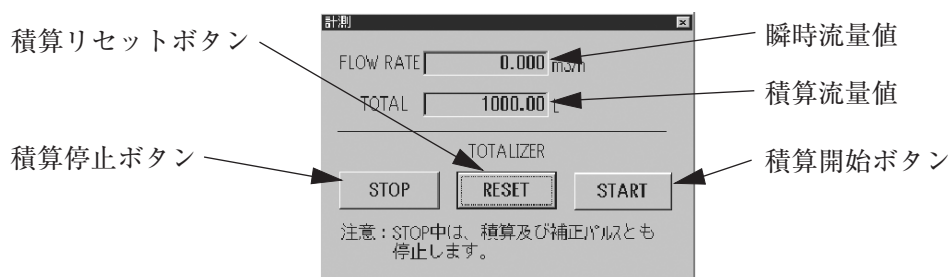

図16
- ② 図16のような、プロセス値計測用のメッセージボックスが現れます。